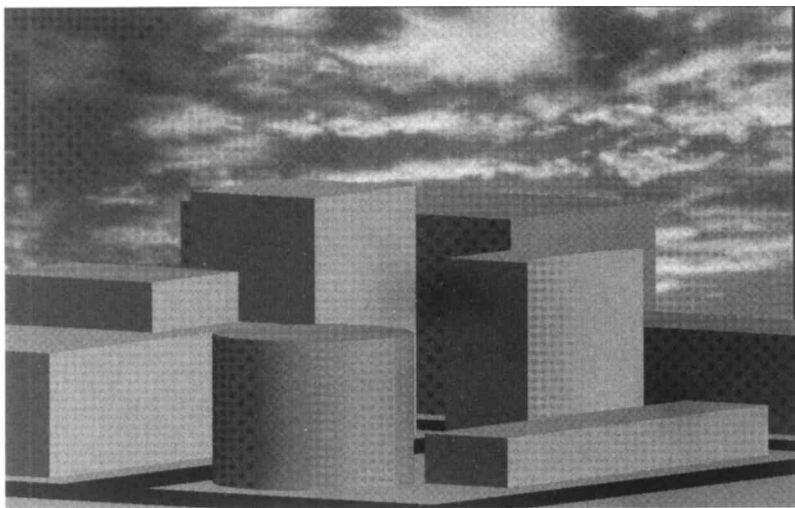

图 7-15
- image (图像选项)。利用这一选项，可以用一个位图图像来填充背景，当你选用这一功能后，在Image和Environment区的按钮和编辑框被激活，用来指定一个位图文件并设置其参数值。图7-15所示是一个用位图文件作为背景的渲染例子。